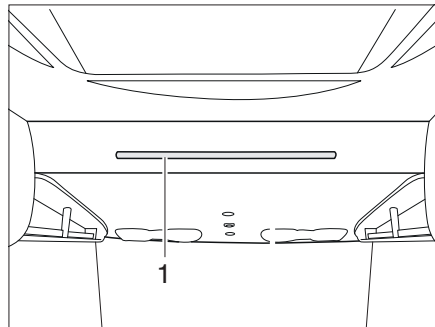

Fig. 160 Lit escamotable manuel
- Tirer le lit escamotable à deux mains vers le bas à l'aide de la barre de maintien (Fig. 160,1).
- Accrocher l'échelle d'accès avec les deux étriers dans la barre de maintien (Fig. 160,1) du lit escamotable.